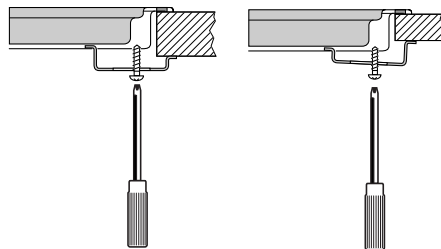

Abb. 7
- Kochmulde einbauen, Montageklappen festschrauben. Bei einer dünnen Anrichte Montageklappen umdrehen (siehe Abb. 7).